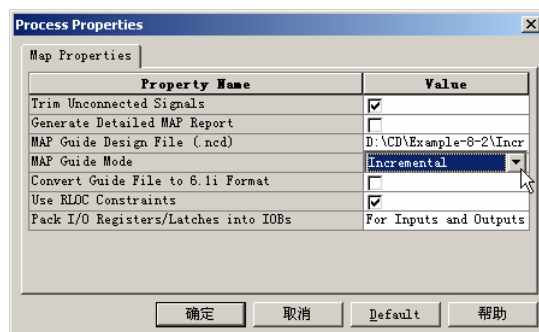

图8-35 ISE 中设置 Map 步骤 Guide 文件
- (1) 将增量实现更新的 top.edf 逻辑网表拷贝到增量实现目录下。并将前面生成的“top_map_guide.ngm”、“top_map_guide.ncd”和“top_guide.ncd”等 3 个 Guide 文件拷贝到增量实现目录中。
- (2) 使用 Guide 文件进行增量 Map。如图 8-35 所示，打开 ISE 中资源操作窗中 MAP 步骤的属性对话框，选择“MAP Guide Mode”为“Incremental”，然后指定指引文件“top_map_guide.ncd”的路径。单击 **确定** 按钮，保存 Map 属性设置。进行完 Map 步骤后需要查看 Map 结果报告，如果区域分组、Logic Group 时序、Logic Group 资源利用率等方面都没有问题，则标志着增量映射已经成功。